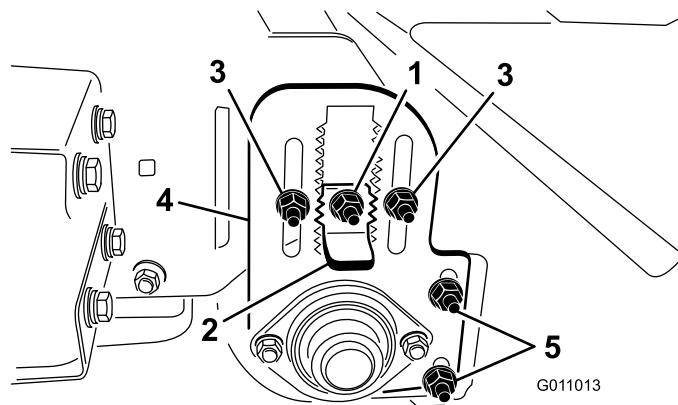

Bild 20
3. Lösen Sie die Sicherungsmutter am Höheneinstellschlüssel (Bild 20), sodass sie ungefähr 13 mm herausgezogen werden kann.
4. Lockern Sie die Sicherungsmuttern für das Einstellen der Rollenhöhe (Bild 20).
5. Ziehen Sie den Höheneinstellschlüssel heraus und bewegen Sie die Heckrolle nach oben oder unten, indem Sie die Höheneinstellplatte auf die gewünschte Höhe schieben (Bild 20).
Der Rollenabstreifer (Bild 20) sollte so eingestellt werden, dass ein Abstand von 2 mm zwischen dem Abstreifer und der Rolle besteht. Lösen Sie die Einstellmuttern für den Rollenabstreifer, positionieren Sie die Rolle nach Wunsch und ziehen die Muttern fest.